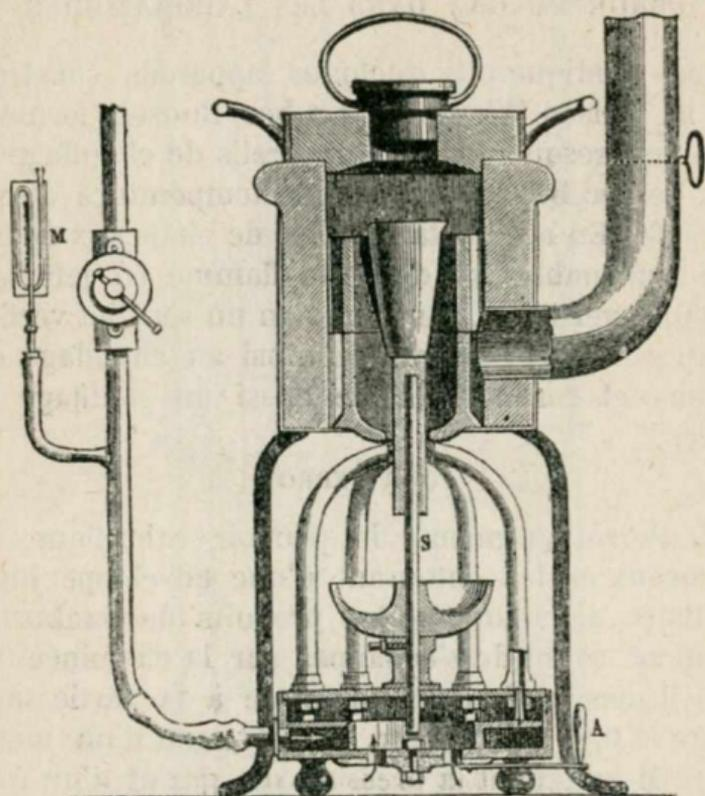

Fig. 316.
M. Perrot augmente le pouvoir calorifique des fourneaux en les entourant d'une enveloppe intermédiaire dans laquelle les produits de combustion circulent avant de s'échapper par la cheminée (fig. 316) il mesure 0,35 de diamètre à la partie supérieure et 0,88 de hauteur. Il est muni d'un manomètre M indiquant la pression du gaz et d'un robinet d'arrivée de l'air A. La consommation à l'heure est de 2,400 litres. Le creuset au centre de l'appareil, et supporté par la tige S peut contenir 12 kilos de cuivre, ou 28 kilog. d'or qui sont portés à la température de fusion en 55 minutes pour le cuivre en 60 minutes pour l'or.